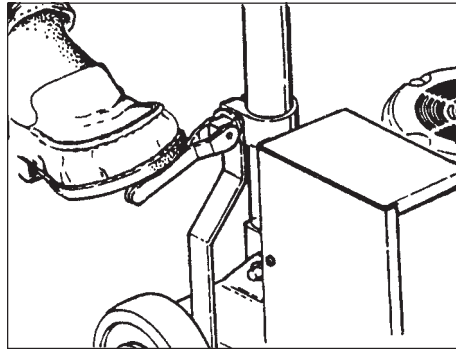

Рисунок 1
2. Поднимите и закрепите ручку в вертикальном положении. Для фиксации ручки, нажмите на стопорный рычаг при помощи ноги. См. рис. 1.